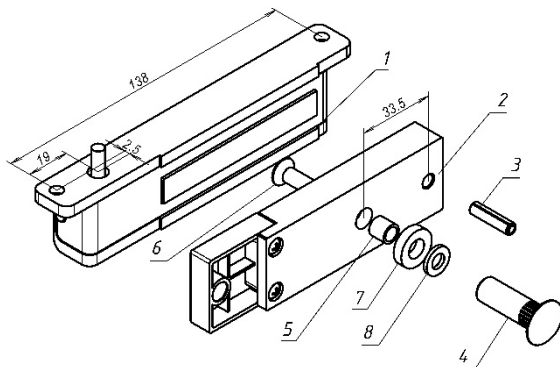

Рисунок 1
3.1 Комплект поставки (рисунок 1):
- корпус (1) - 1 шт.
- якорь (2) - 1 шт.
- комплект крепления якоря: штифт (3), втулка (4), втулка проходная (5), винт M6x35 (6), кольцо уплотнительное (7), шайба (8).